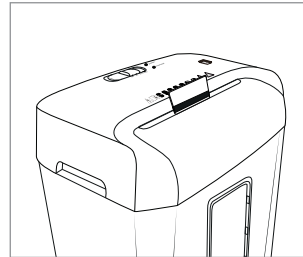

Fig. 3
- ◆ Inserire la carta di credito centralmente dall'alto nell'apertura di taglio **8** (vedi Fig. 3) e portare l'interruttore **REV/OFF/AUTO/FWD** **2** su **FWD** ("forward" [inglese] = avanti). È possibile inserire solo una carta di credito per volta. Inserirla nell'apertura di taglio **8** sempre con il lato più largo in avanti. Altrimenti la striscia magnetica non viene distrutta.